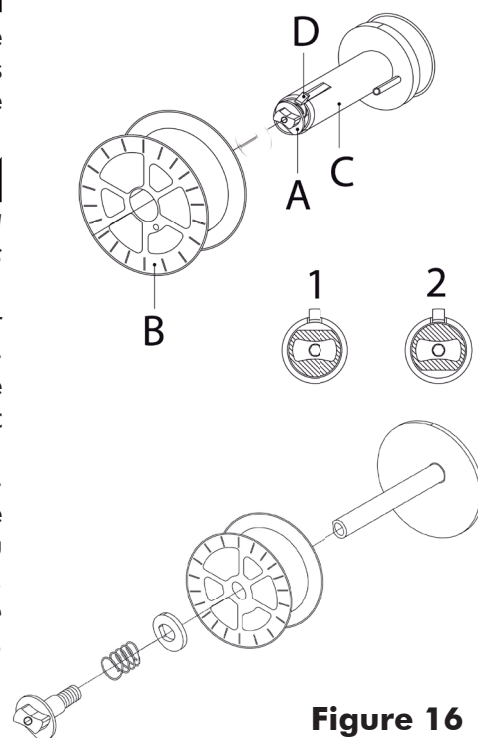
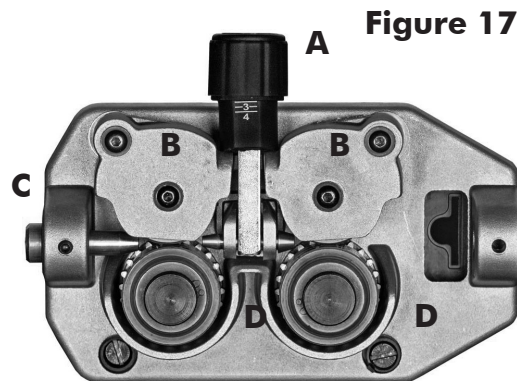

Figure 16
Figure 17
- Ouvrir le panneau latéral du logement de la bobine. Dévisser l'écrou (A) de l'arbre en le tournant de 180° (position 1) (tambour du frein). Enlever le collier (E); durant le changement de bobine, extraire le rochet vide en appuyant sur le téton à déclic (D). (Fig. 16)
- Enlever l'enveloppe de la bobine et la placer sur l'arbre. Remonter les colliers (E/F, seulement pour les bobines de 5Kg, le collier plus petit E doit être monter entre la bobine et le paroi du arbre) et enfin revisser l'écrou (A) le tournant 180° (position 2). **La soudeuse peut également accepter des bobines de 100mm de diamètre. Pour le montage, suivre les instructions ci-après:**
- Enlever de l'arbre (C) la bobine montée (B).
- Dévisser le volant (A), extraire le ressort et la rondelle interne; enlever l'arbre (C) de l'axe.
- Glisser sur l'axe la bobine de 0,8 kg; introduire la rondelle, l'entretoise (G) et le ressort.
- Revisser le volant (A).
**Le volant (A) constitue le système de freinage de la bobine. Une pression excessive soumet le moteur d'alimentation à des contraintes. Une pression insuffisante ne bloque pas immédiatement la bobine quand on cesse de souder.**
- Desserrer et abaisser le bouton en plastique (A) et relâcher le levier presse-fil (B) (Fig. 17). Extraire les résidus de fil éventuels de la gaine guide-fil (E).
- Relâcher le fil de la bobine et le tenir serré avec une paire de pinces de façon à ce qu'il ne puisse pas se dérouler. Si nécessaire, le redresser avant de l'introduire dans le guide d'entrée (C) du fil y introduire le fil en le faisant passer au-dessus du galet inférieur (D) et dans la gaine guide-fil (E).
- Abaisser le levier presse-fil (B) et soulever le bouton en plastique (A). Serrer légèrement. Un serrage excessif bloque le fil et pourrait endommager le moteur. Une serrage insuffisant ne permettrait pas aux galets d'entraîner le fil.